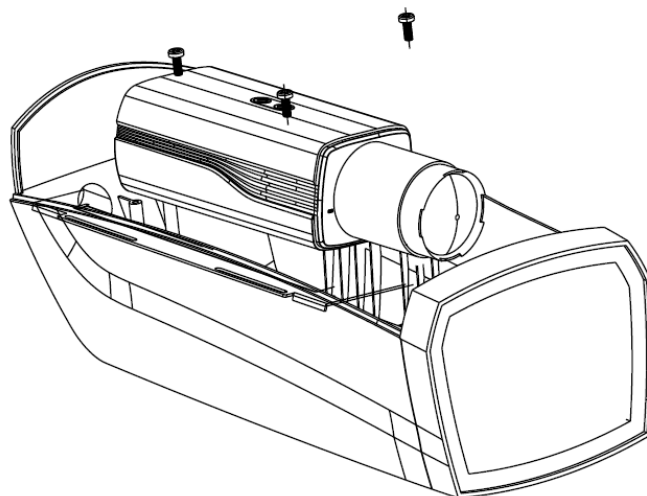

図 2-3 カメラをハウジングに固定する
4. 図 2-3 に示すように、バックプレーンをカメラハウジングに固定します。